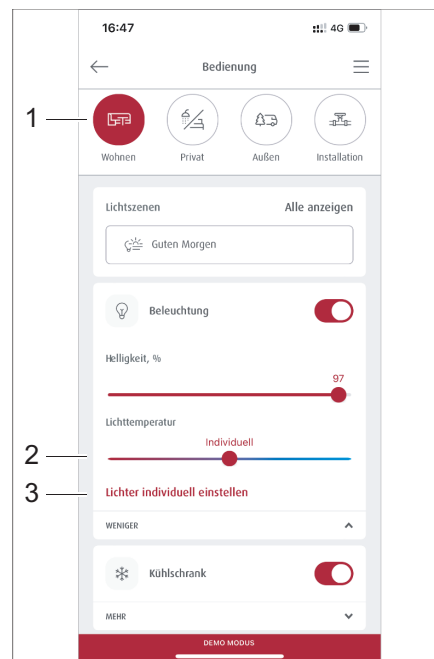
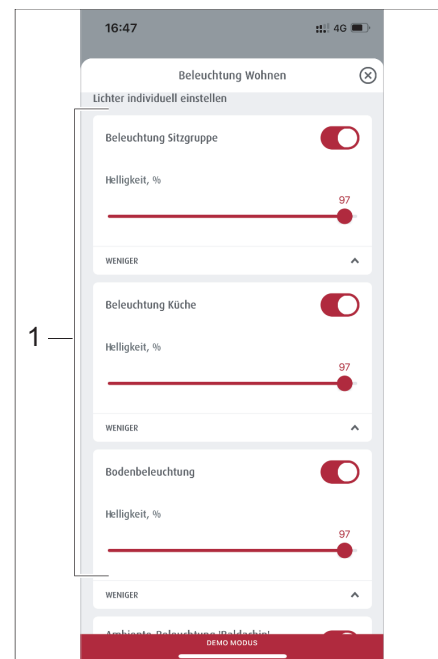

Bild 295 Auswahl vorgefertigter Szenarios
Bild 296 Verwaltung der Szenarios
- Im Menü *Bedienung* auf die Schaltfläche *Wohnen* (Bild 295,1) tippen.
- Im Menü *Wohnen* auf *Lichter individuell einstellen* (Bild 295,3) tippen.
Es öffnet sich das Menü *Lichter individuell einstellen* (Bild 296).
- In der Beleuchtungsauswahl (Bild 296,1) die gewünschte Beleuchtung auswählen und mit dem Schieberegler (Bild 295,2) die Lichttemperatur einstellen.